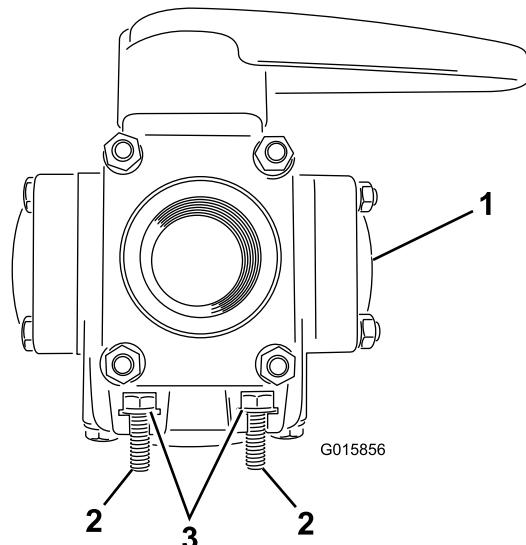

図 15
2. ボルト(6mm; 4本)とワッシャ(6mm; 4枚)を、フォーウェイ(4叉)バルブのスロットにセットする（図 15）。